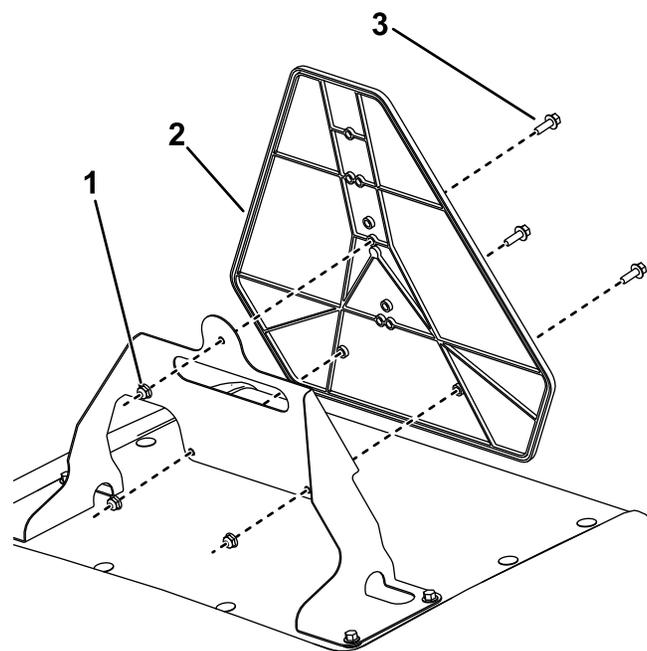

**Figura 2**
2. Allineate il supporto del segnale al cofano nella stessa posizione dei rivetti rimossi al passaggio 1 (Figura 2).
3. Fissate il supporto del segnale con 4 bulloni a testa flangiata ( $\frac{1}{4}$ " x  $\frac{3}{4}$ " ) alla parte superiore del cofano e 2 supporti inferiori e 4 dadi di bloccaggio ( $\frac{1}{4}$ " ) sul fondo del cofano (Figura 2).